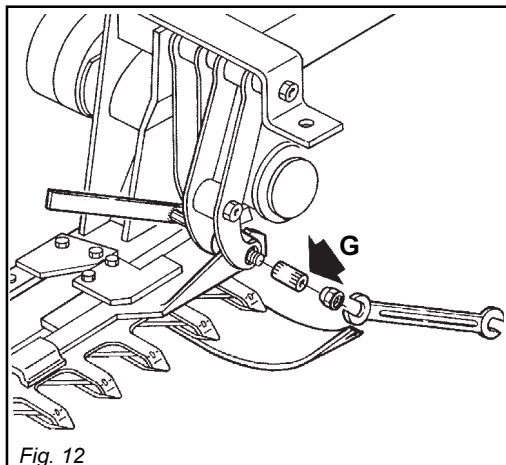

Fig. 12
- Infilare le lame (B e C, Fig. 11) nelle guide della barra e fissare prima la lama (B) e quindi la (C) con le viti e le boccole ad espansione (G, Fig. 12).
- Fit the blades (B and C, Fig. 11) in the cutting arm guides, fixing first blade (B) then blade (C) using the screws and expansion bushes (G, Fig. 12).
- Die Klingen (B und C, Abb. 11) in der Balkenlaufschiene einführen und zuerst die Klinge (B) und dann die (C) mit den Spreizschrauben und Spannbuchsen (G, Abb. 12).
- Enfiler à nouveau les lames (B et C, Fig. 11) dans les guides de la barre et fixer d'abord la (B) puis la (C) avec les vis douilles expansibles (G, Fig. 12).
- Insertar las hojas (B y C, Fig. 11) en las guías de la barra y fijar primero la (C) y luego la (B) con los tornillos y los manguitos de expansión (G, Fig. 12).